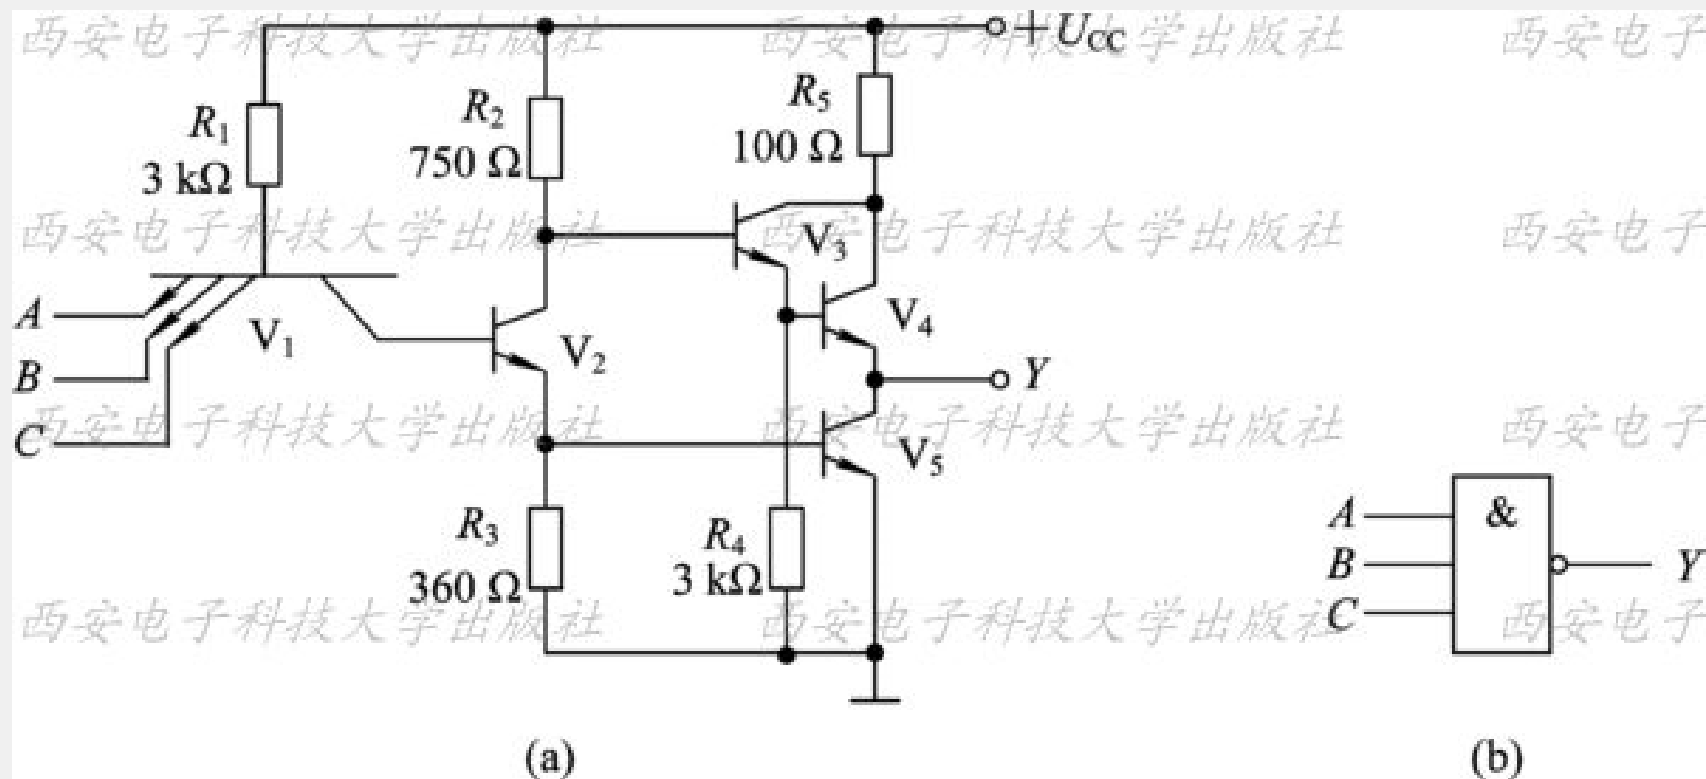

图7.1 集成与非门电路及逻辑符号
TTL集成与非门电路及逻辑符号如图7.1所示，它由输入级、中间级和输出级三部分组成。
(2) 输入至少有一个为低电平。当输入至少有一个为低电平，即 $U_{IL}=0.3$ V 时，如 A 端为低电平，则 V_1 与 A 端连接的发射结正向导通，从图 7.1(a) 中可知， V_1 集电极电位使 V_2 、 V_5 均截止，而 V_2 的集电极电压足以使 V_3 、 V_4 导通，因此输出为高电平：